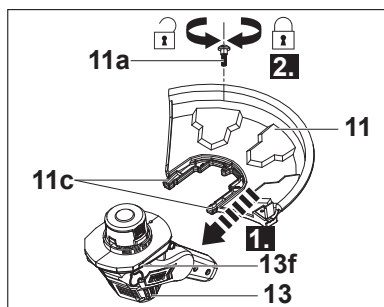

Fig. 1
1. Volte a cabeça do aparador (13) ao contrário.
2. Alinhe os trincos (11c) na cobertura de proteção (11) com as bordas (13f) na cabeça do aparador (13) e deslize a cobertura de proteção para o sítio correto (Fig. 1, passo 1). Certifique-se de que os trincos encaixam na posição correta.
3. Fixe a cobertura de proteção (11) com o parafuso (11a) (Fig. 1, passo 2).